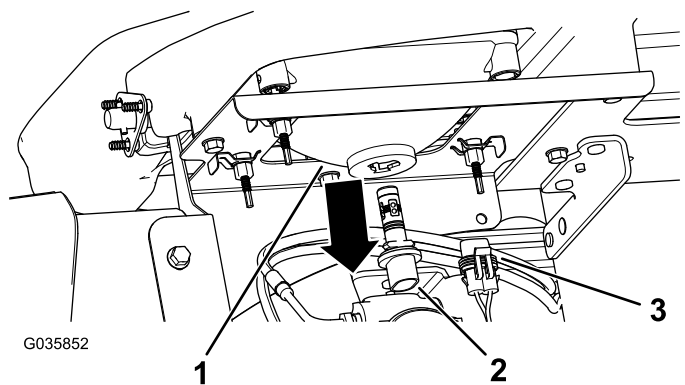

Figura 49
3. Desligue o conector elétrico para a cablagem do conector do conjunto da lâmpada, na parte de trás do compartimento do farol (Figura 49).
4. Rode o conjunto da lâmpada  $\frac{1}{4}$  de volta para a esquerda e mova-o para trás, para fora do compartimento do farol (Figura 49).
5. Insira o novo conjunto da lâmpada e compartimento do farol e alinhe as linguetas no conjunto da lâmpada com as ranhuras no compartimento do farol (Figura 49).
6. Fixe o conjunto da lâmpada rodando-o 1/4 de volta para a direita (Figura 49).
7. Ligue o conector elétrico para a cablagem ao conector do novo conjunto da lâmpada (Figura 49).